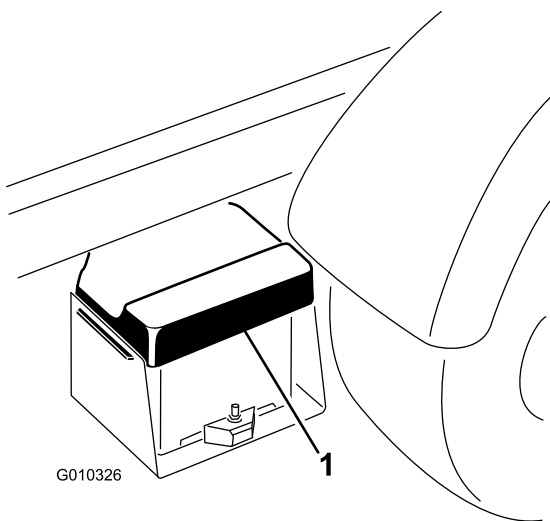

Figura 52
1. Stringete il coperchio della batteria per liberare le linguette dalla cassetta della batteria. Staccate il coperchio dalla cassetta della batteria (Figura 52).